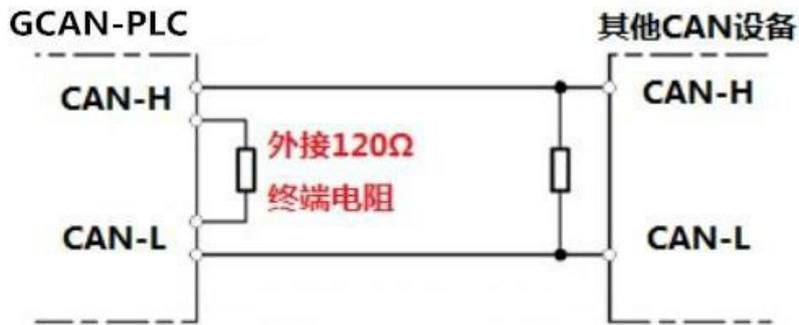

图 3.2 GCAN-GT-419 与其他 CAN 节点设备连接
为了增强 CAN 通讯的可靠性，消除 CAN 总线终端信号反射干扰，CAN 总线网络最远的两个端点通常要加入终端匹配电阻，如图 3.2 所示。终端匹配电阻的值由传输电缆的特性阻抗所决定。例如双绞线的特性阻抗为  $120\ \Omega$ ，则总线上的两个端点也应集成  $120\ \Omega$  终端电阻。如果网络上其他节点使用不同的收发器，则终端电阻须另外计算。
**请注意：**GCAN-GT-419 的 CAN 总线内部未集成  $120\ \Omega$  终端电阻。如果节点数目大于 2，中间节点不需要安装  $120\ \Omega$  的终端电阻。需要使用时，将电阻两端分别接入 CAN\_H、CAN\_L 即可，如图 3.2 所示。